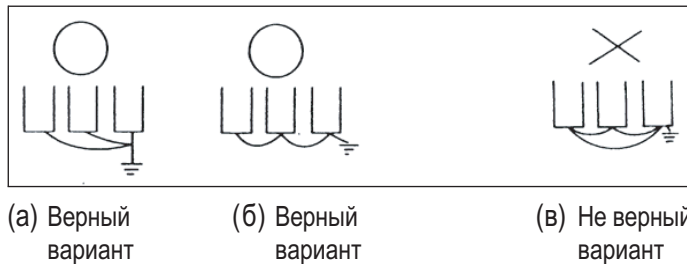

Рис. 9. Пример заземления нескольких ПЧ
- Не делайте «петлю», когда несколько преобразователей частоты подключены в общую точку заземления. См. рис. 9в (на рис. 9а,б показано как необходимо производить заземление).